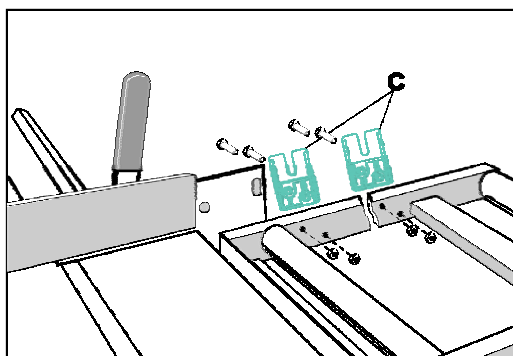

Fig.6
- Monter brakettene **C** på rullebordet som vist i *fig. 6*. Før deretter mutterne **G** inn i øverste sporet på anholdet og skru så låsehendlene **D** i mutterne (*fig.7*). Monter deretter anholdet med låsehendlene i sporet på brakettene **C** (*fig.6*).